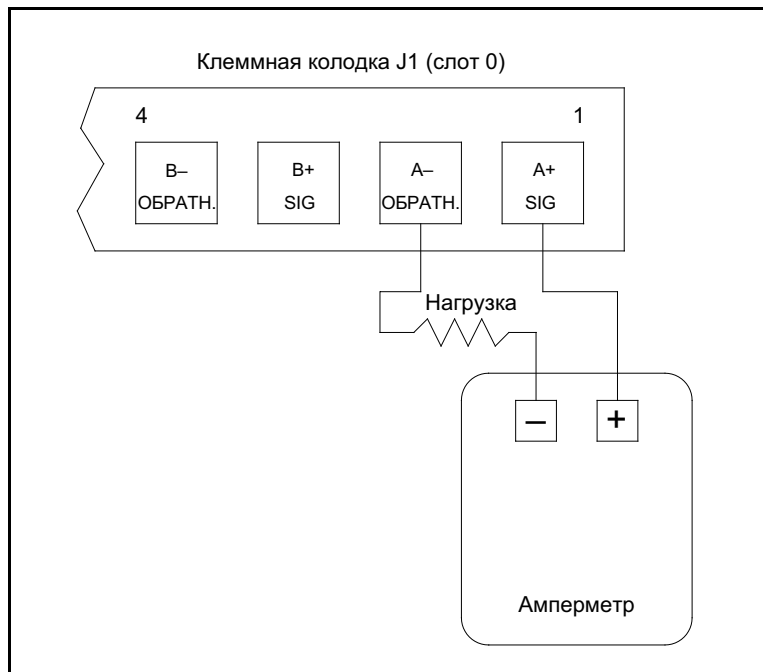

Рис. 11: Подсоединение амперметра (Output A)
Подготовьте калибровку, подсоединив амперметр последовательно с нагрузкой на аналоговом выходе А клеммной колодки J1, как показано на рис. 11 внизу.
**ВАЖНАЯ ИНФОРМАЦИЯ:** Процедура калибровки *Output B* идентична выполнению калибровки *Output A*. Однако при калибровке *Output B* необходимо изменить подсоединение амперметра на клеммной колодке J1. На рис. 11 на стр 41 показаны надлежащие номера контактов.